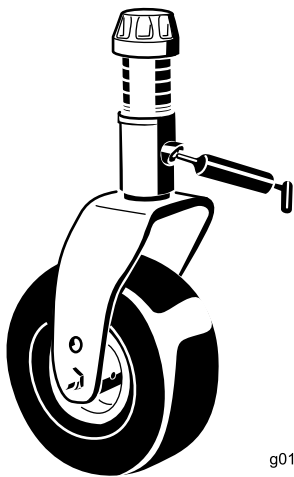

Bild 47
- Laufradgabel-Büchsen (1) (Bild 47)
- Spannarm-Drehbüchsen (1) (am Spannarm)